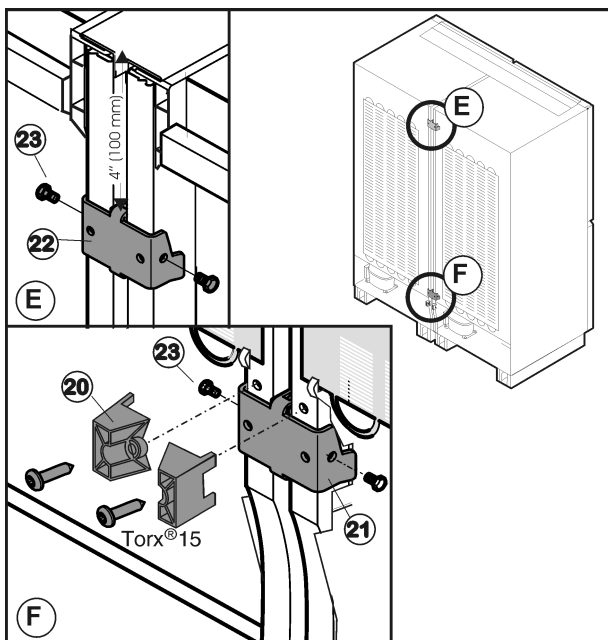

Fig. 47
- Desmonte los distanciadores Fig. 47 (20) en la parte inferior trasera del aparato.
- Coloque la pieza de unión inferior Fig. 47 (21) y atornille Fig. 47 (23) a un lado.
- Coloque la pieza de unión superior Fig. 47 (22) y atornille Fig. 47 (23) a un lado.
- Apriete los tornillos Fig. 47 (23).